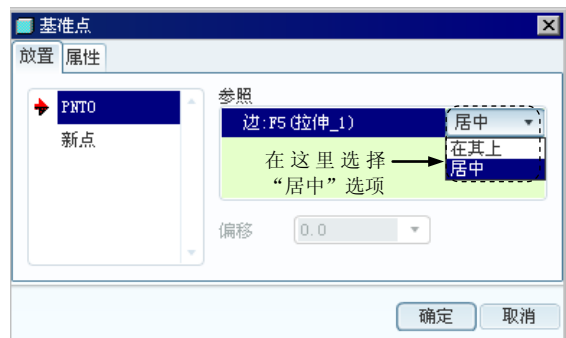

图 5.19.26 “基准点”对话框
Step4. 在图 5.19.26 所示的“基准点”对话框的下拉列表中选择 **居中** 选项。